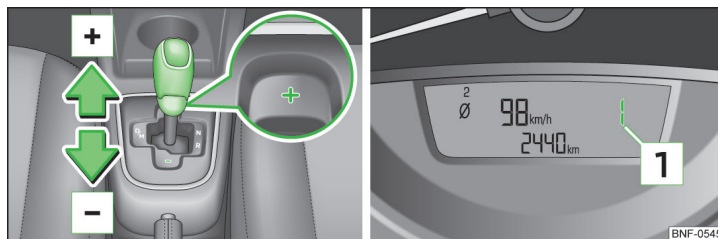

Fig. 85 Gearvælger: Manuelt gearskift / Displayvisning
- Tryk gearvælgeren mod venstre til den fjedrede position, og vælg position **M**. Den valgte gearvælgerposition  » Fig. 85 vises i kombiinstrumentets display.
➤ Bevæg gearvælgeren fremad mod  » Fig. 85.
➤ Bevæg gearvælgeren bagud mod  » Fig. 85.
➤ Bevæg gearvælgeren fremad mod  eller bagud mod  » Fig. 85.